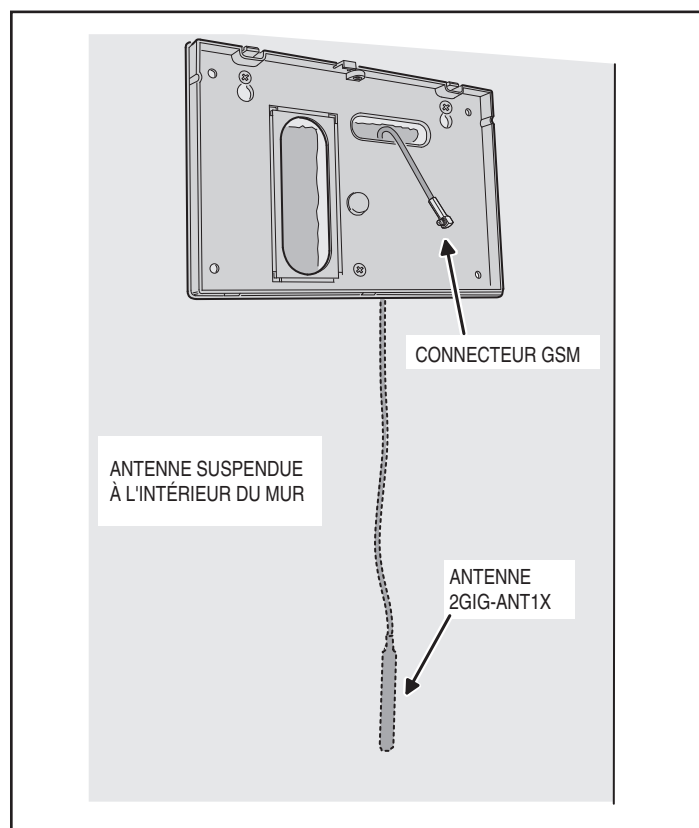

Figure 14. Installation à l'intérieur du mur de l'antenne GSM ANT1X
- 2B. Si vous utilisez une des antennes externes, branchez simplement le connecteur de l'antenne au module GSM. L'antenne pend dans le mur ou se monte dans le grenier avec le fil passant à travers la fente dans la plaque de montage du panneau de commande. Consultez les figures 14 et 15.